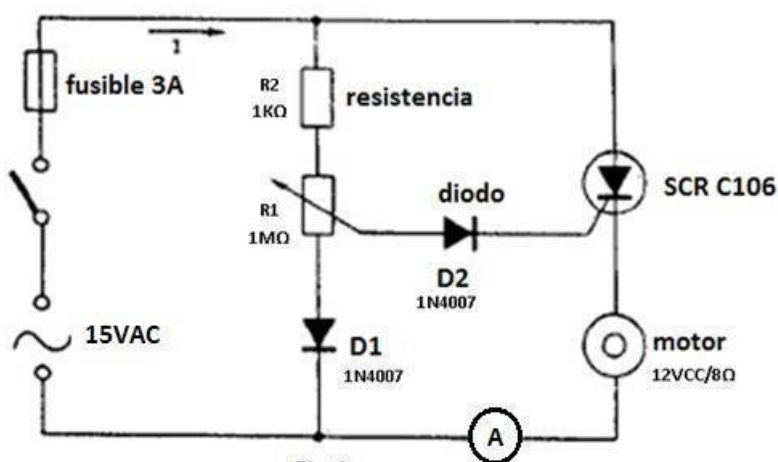

Fig.1
3.1. Seleccionar los requerimientos previstos y relacionarlo con el diagrama (Fig.1)